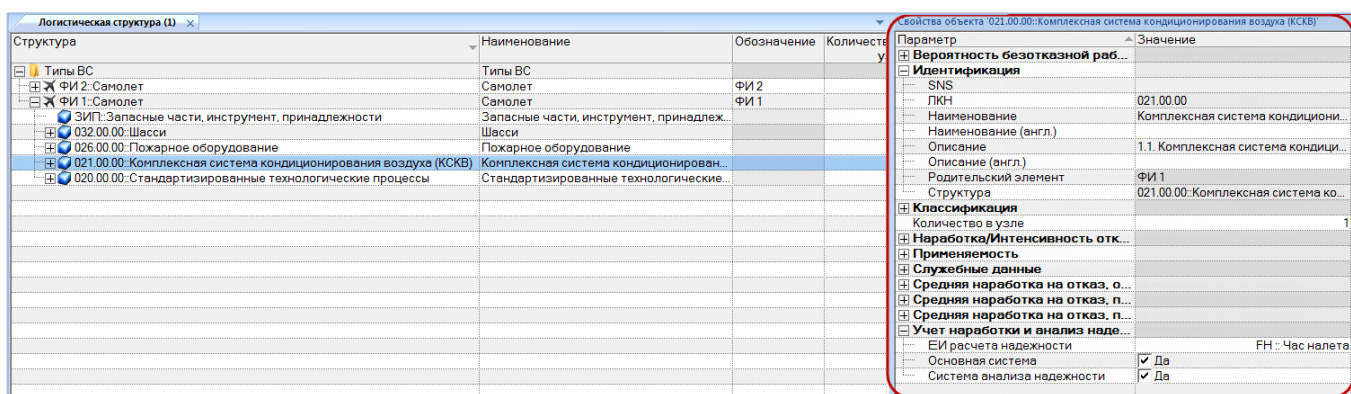

Рис. 5-22 – Окно «Свойства» объекта БД
- 3) В правой части рабочего окна отображается дополнительное окно свойств выбранного объекта. В ячейках столбца «Значение» при необходимости ввести недостающие параметры или скорректировать существующие (рис. 5-22).